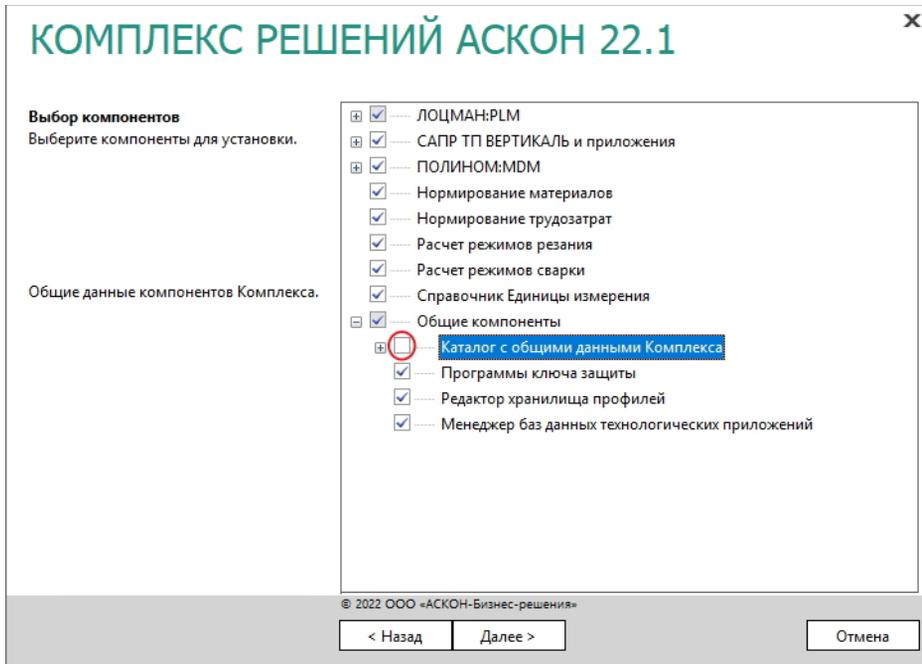

Рис. 4.16
2. Укажите полное имя папки, в которую будет **установлен** каталог с общими данными. При **последующих сеансах установки Комплекса** вернитесь к этапу выбора компонентов и выключите компонент **Каталог с общими данными Комплекса** в дереве программных продуктов (рис. 4.16).